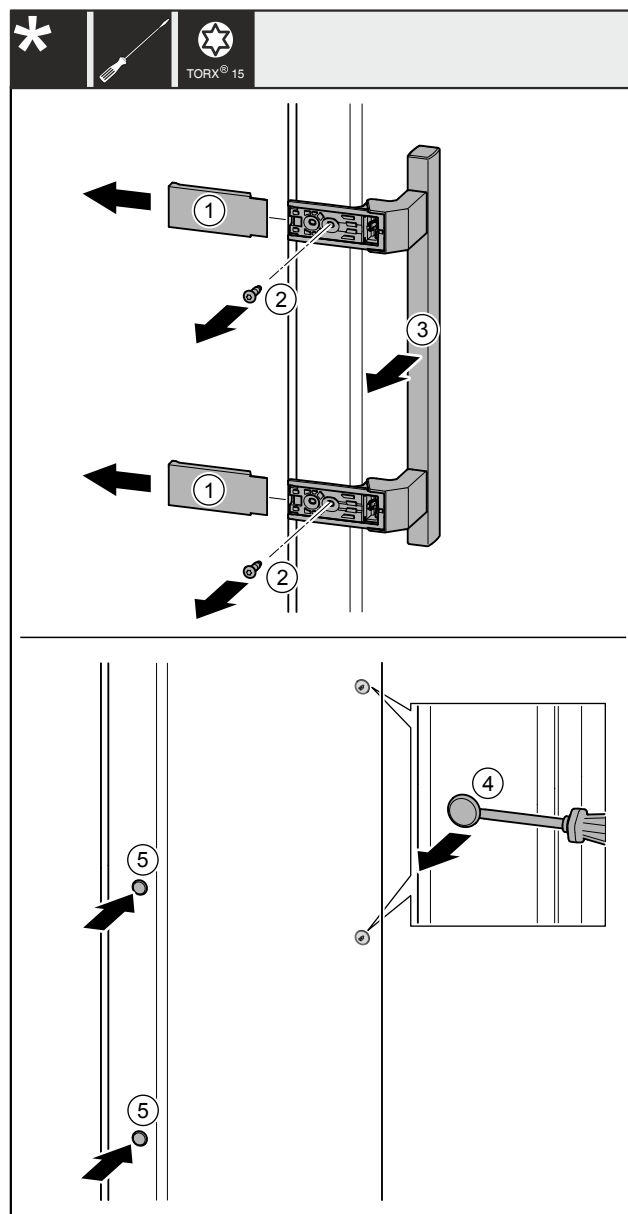

Fig. 35
- Levante las cubiertas Fig. 35 (1).
- Desatornille los tornillos Fig. 35 (2) con el destornillador.
- Retire el tirador Fig. 35 (3).
- Levante con cuidado el tapón lateral Fig. 35 (4) con un destornillador de punta plana y extráigalo.
- Vuelva a colocar el tapón Fig. 35 (5) en el otro lado.